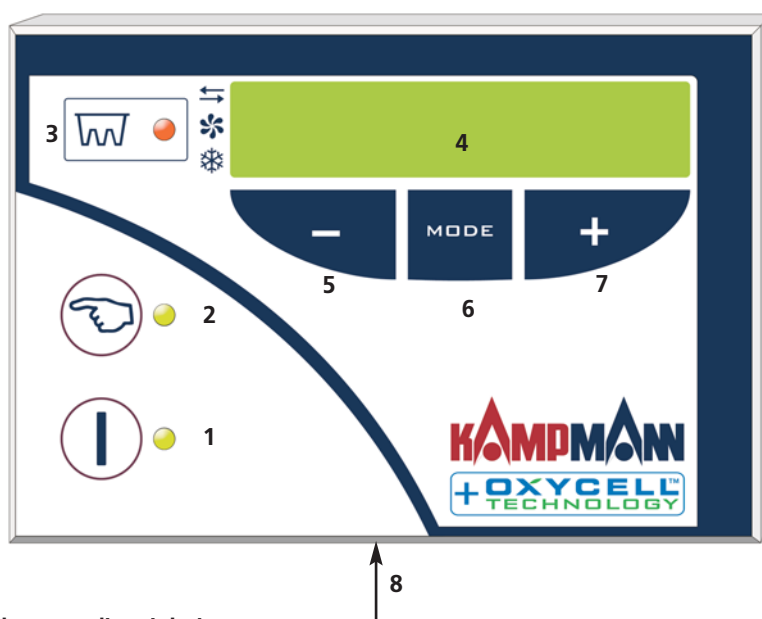

Abb. 17: Bedieneinheit
-  **4** Display; die LED an der linken Seite zeigt die Funktion an, s. auch Abb. 17: